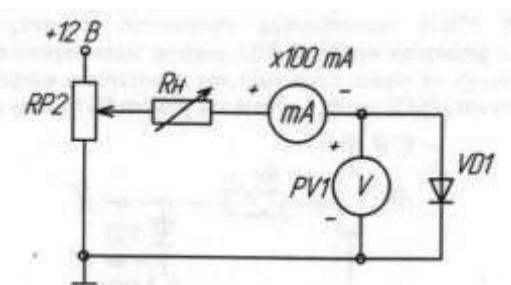

Рисунок 2.1- Схема для снятия ВАХ для прямой ветви
- a) Собрать схему для исследования выпрямительного диода на постоянном токе в соответствии с принципиальной схемой рис. 2.1. Для измерения анодного тока включить миллиамперметр постоянного тока с пределом 100 мА. Для измерения анодного напряжения использовать мультиметр. Последовательно с диодом включить токоограничивающий резистор R_h .
Снять вольтамперную характеристику выпрямительного диода на постоянном токе для прямой ветви (рис. 2.1); для снятия характеристик регулировать напряжение на выходе потенциометра; результаты измерений занести в таблицу Таблица 2.1. Построить ВАХ диода, определить основные точки на характеристике.